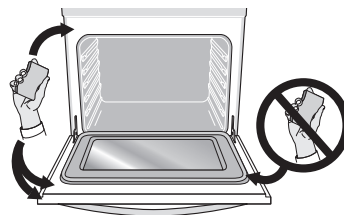

Figure 26 : Nettoyer de la porte du four
9. Essuyez la cavité et la sole du four. Ne nettoyez pas le joint de la porte du four (Figure 26). Évitez de vous pencher ou de mettre de la pression sur la vitre de la porte du four pendant le nettoyage de la cavité.